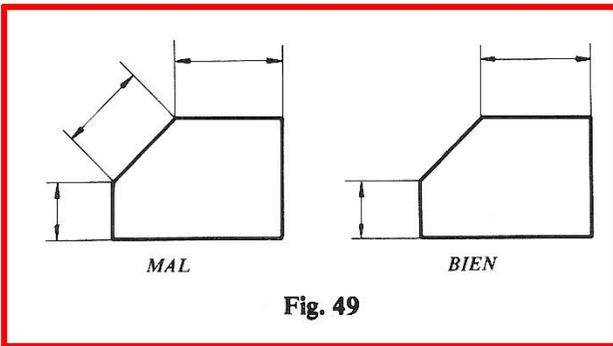

Fig. 49
i) No se deben rotular cotas para indicar medidas que quedan directamente determinadas por el proceso de mecanizado de la pieza. (Fig. 49.)